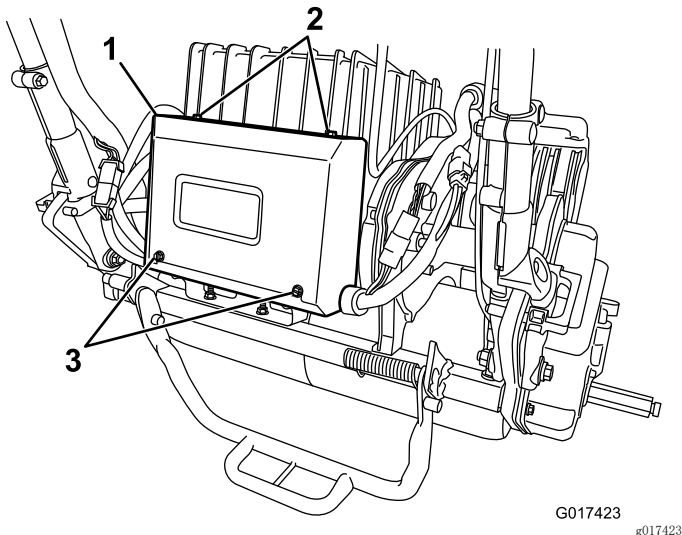

图39
2. 拆下电器箱上的 2 颗后部螺丝，松开 2 颗上部螺丝，然后拿開箱盖（图39）。